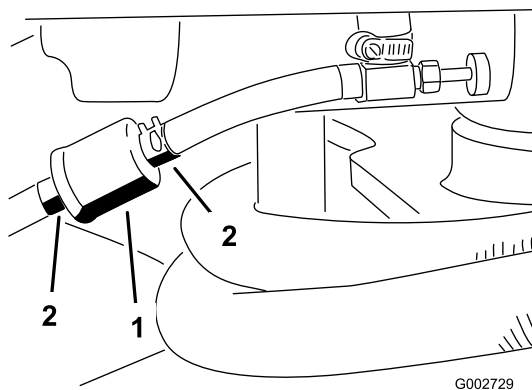

Рисунок 29
1. Закройте отсечной топливный клапан, ослабьте шланговый хомут на обращенной к карбюратору стороне фильтра и отсоедините от фильтра топливный трубопровод (Рисунок 29).